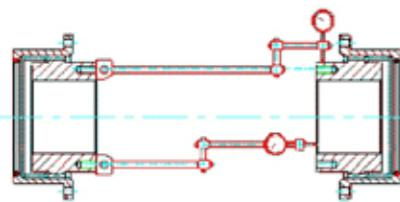
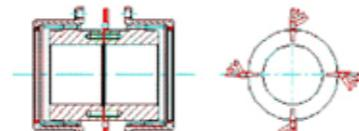

fig. 8
fig. 9
- Per garantire una durata ottimale del giunto è necessario eseguire l'allineamento degli alberi in modo scrupoloso, come indicato di seguito. Per eseguire l'allineamento utilizzare un comparatore fisso su uno dei due mozzi e farlo ruotare sull'altro mozzo (fig. 8): la lettura del valore diviso per due dà il valore del disallineamento parallelo. Il disallineamento angolare va controllato con un comparatore fissato su un mozzo e fatto ruotare sulla facciata dell'altro mozzo (fig. 8), oppure controllato con spessimetro in almeno tre posizioni a 120°C (fig. 9). Nel caso di istallazione di giunti completi di allunghe, eseguire l'allineamento mediante laser; se non fosse possibile l'utilizzo del laser, seguire le istruzioni secondo la figura 10.